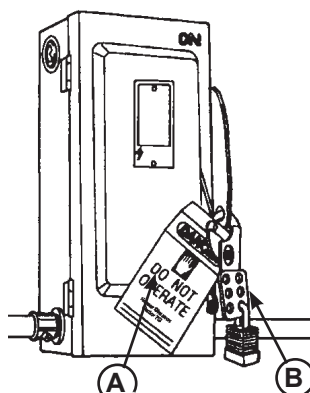

Figura 24
Cuando trabaje con controles electrónicos o eléctricos, asegúrese de que se haya etiquetado (A) y bloqueado (B) la fuente de alimentación conforme a los reglamentos de la OSHA* y los códigos eléctricos locales aprobados (consulte la Figura 24).